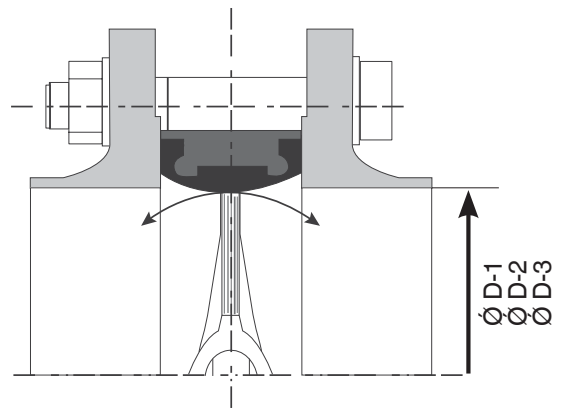

Рисунок 1. Правильная установка
- Использовать поворотный дисковый затвор с подходящим диаметром фланца (см. главу 10.1, рисунок 1).